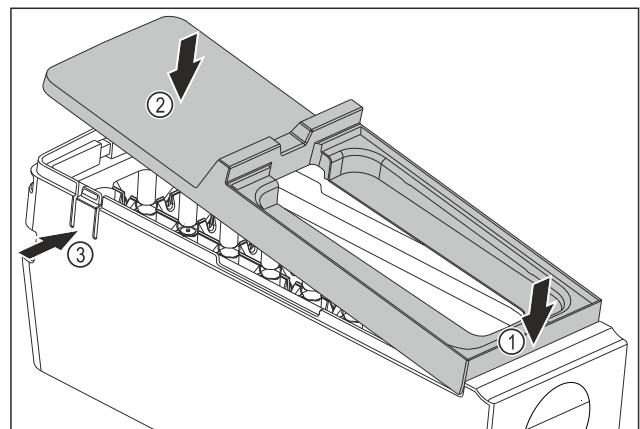

Fig. 144
- Abdeckung des EasyTwist-Ice-Körpers montieren: Abdeckung vorne ansetzen. Fig. 144 (1)
- Abdeckung hinten absenken. Fig. 144 (2)
- Abdeckung rastet hörbar in beiden Laschen Fig. 144 (3) ein.